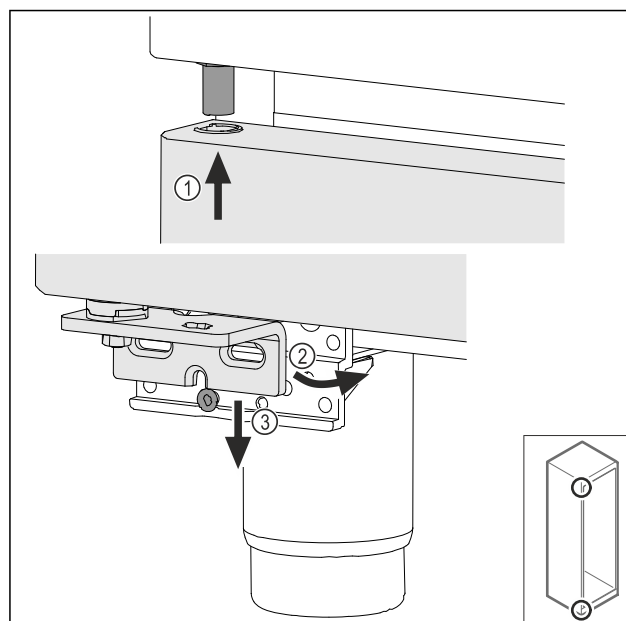

Fig. 39
- Naviňte hore zľahka naklonené dvere Fig. 39 (1), rovno vyrovnajte dvere Fig. 39 (2) a nasad'te ich dole na skrutku ložiskovej konzoly Fig. 39 (3).